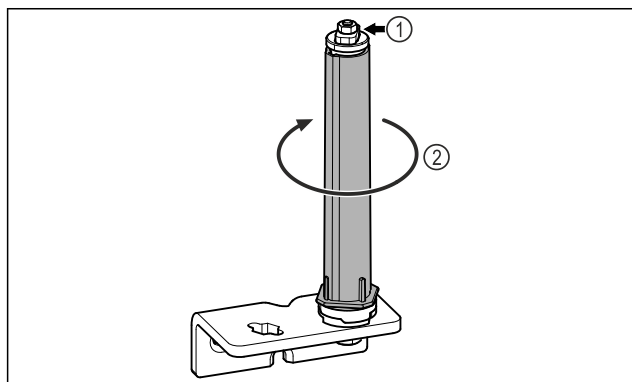

Fig. 29
- ▶ Ne rastavljajte sustav zatvaranja vrata Fig. 29 (1).
- ▶ Okrećite sustav zatvaranja Fig. 29 (2) dok ne klikne.